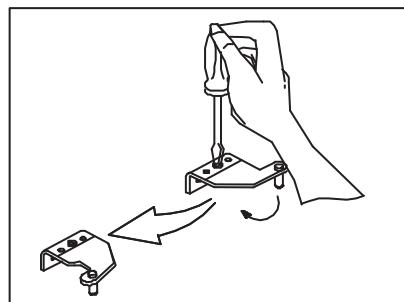

Рисунок 7.
**5** - Отвинтите винт, который фиксирует верхнюю часть шарнира, а также шпильку, поверните их на 180° , затем укрепите их на шарнире, завинтив соответствующим образом(Рис.7).